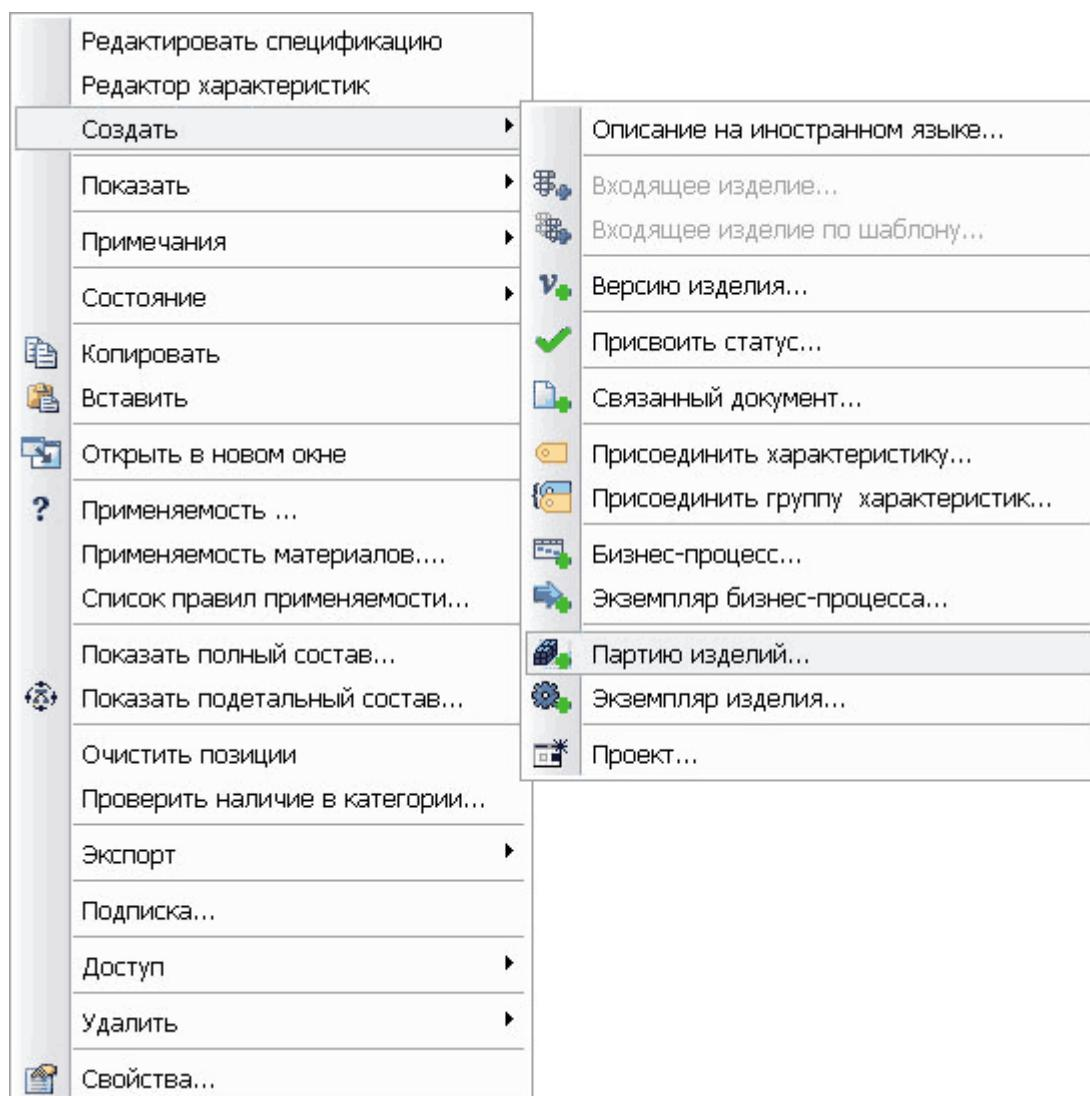

Рис. 221
2. В появившемся контекстном меню выберите пункт **Создать → Партию изделия...** (Рис. 221).